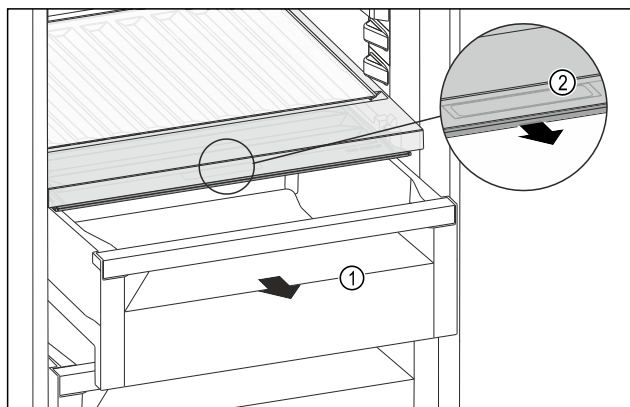

Fig. 150
- ▶ Zásuvku Fig. 150 (1) vytáhněte.
- ▶ Uchopte prohlubeň pro rukojeť Fig. 150 (2) na víku zásuvky a současně zatáhněte za víko zásuvky směrem dopředu.